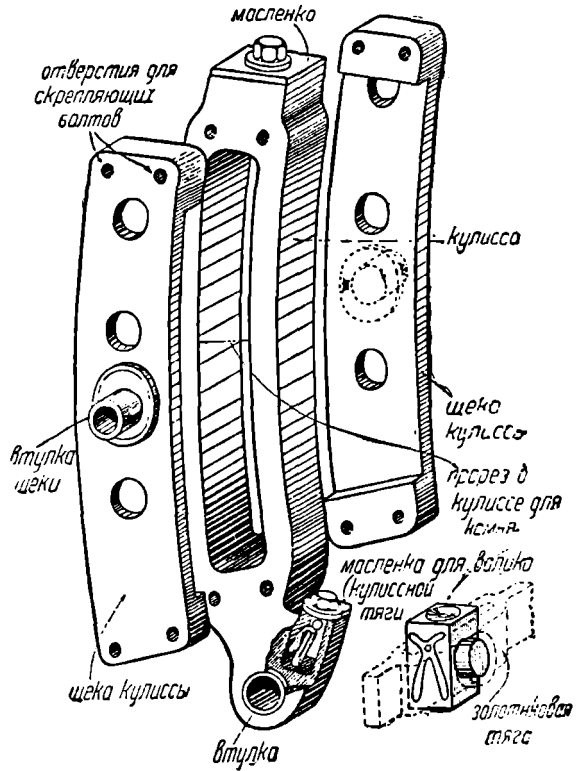

Рис. 86. Кулисса паровоза серии ЭУ.
**Кулисса** Назначение кулисы рассмотрено при разборе работы машины. Конструкция таковой представлена на рис. 86. Кулисса состоит из самой кулисы с прорезом, сделанным по радиусу золотниковой тяги, и двух прикрепленных болтами к кулиссе щек. (На рис. 86 кулисса представ-